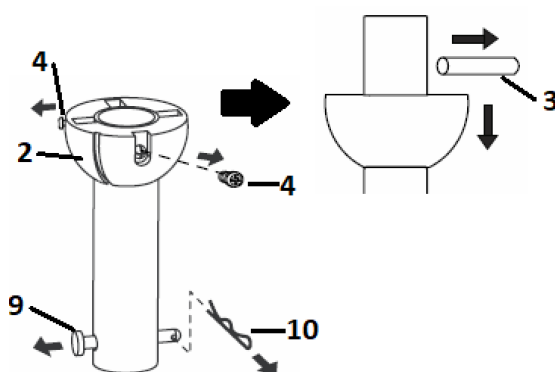

Fig. 4.1
1. Rimuovere il giunto sferico (2) e il perno (3) dall'asta (6) allentando le viti di fissaggio (4). Rimuovere il perno di bloccaggio (9) estraendo la coppia (10) (**Fig. 4.1**). **NOTA: non gettare tali parti perché saranno necessarie in seguito per il riassetto**